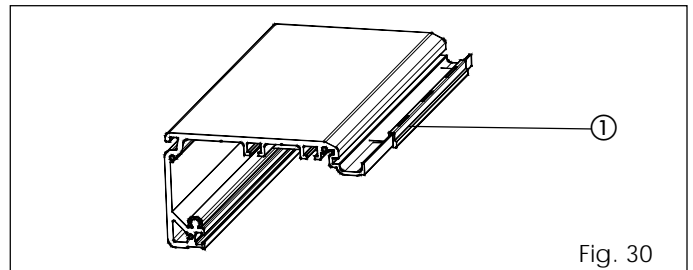

Fig. 30
- Introduzca en el borde externo del perfil de soporte 3 distanciadores (fig. 30 ref. ①), colocados en los extremos y en